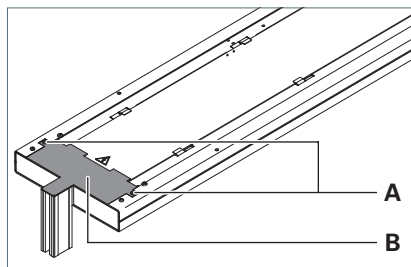

Fig. 1: Rimozione della copertura.
- Ruotare la vite **A** dalla copertura **B**, vedi Fig. 1.